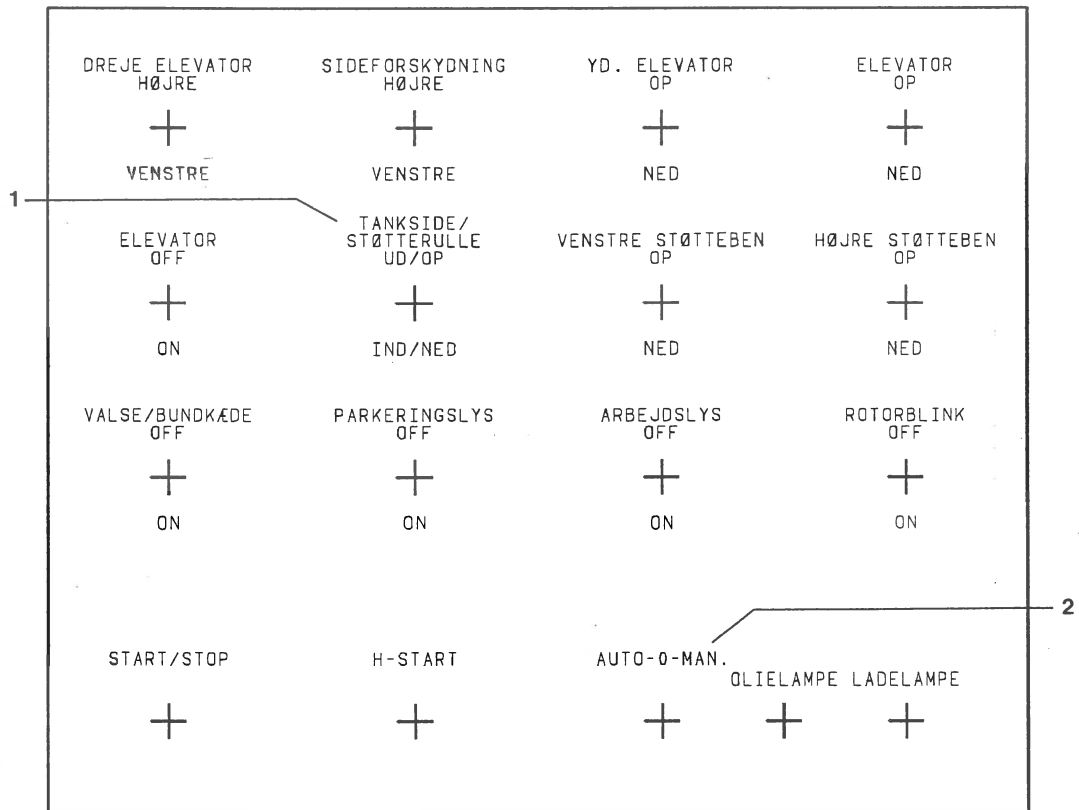

Fig. 2
Start motoren, brug betjeningsknappen, fig.2, pos.1, for placering af forreste støttefod.